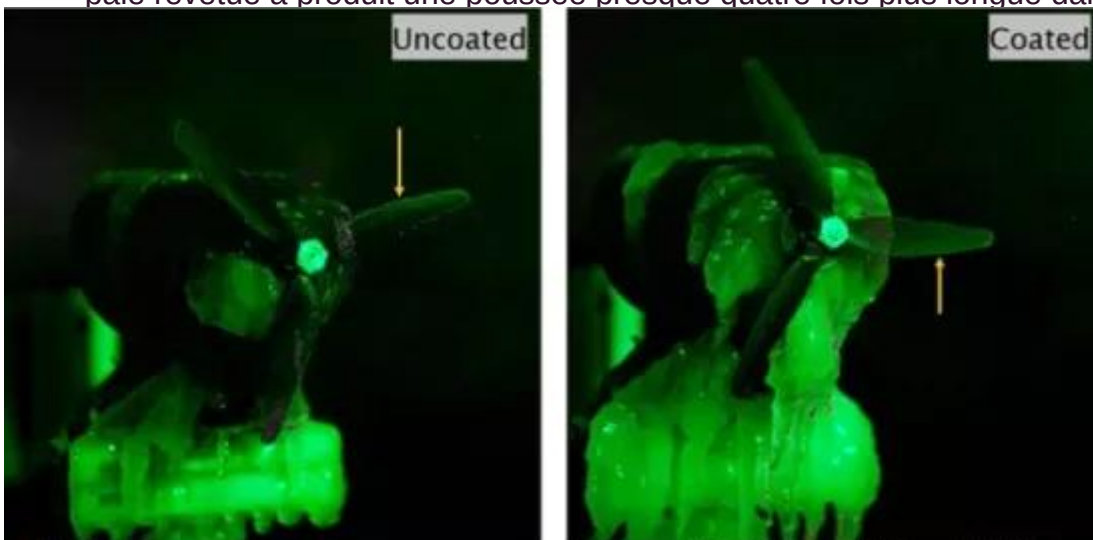

Figure 2 : Visualisation de formation de glace sur une pale non revêtue et revêtue
- Des bénéfices évidents du revêtement antigivre sur les pales ont été observés (Figure 2) : la pale revêtue a produit une poussée presque quatre fois plus longue dans des conditions